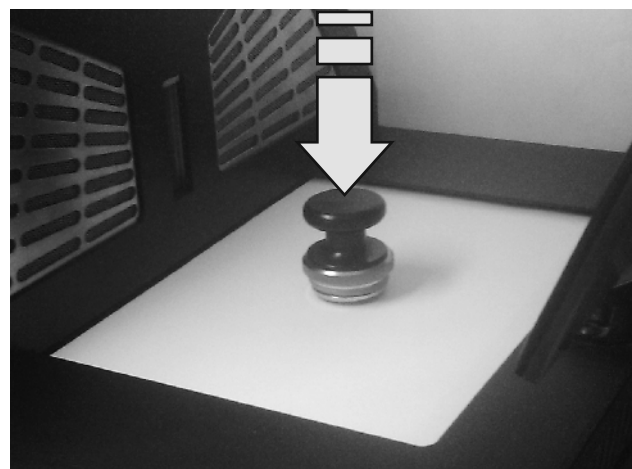

Рис. 11
4. Разместите крышку имитатора в центре пробоотборной пластины и надавите до появления звукового сигнала (Рис. 11).